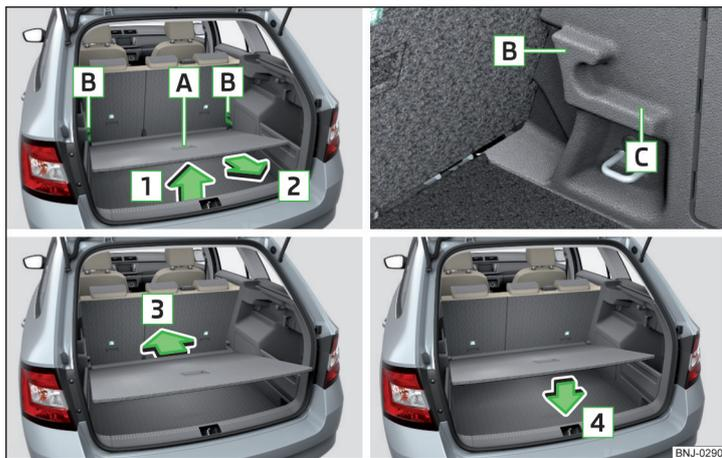

Fig. 102 Ajustar el suelo de carga variable en la posición superior/inferior
- Levantar el suelo de carga variable en el mango **A** en el sentido de la flecha **1** y desplazarlo en parte hacia el sentido de la flecha **2** » fig. 102.